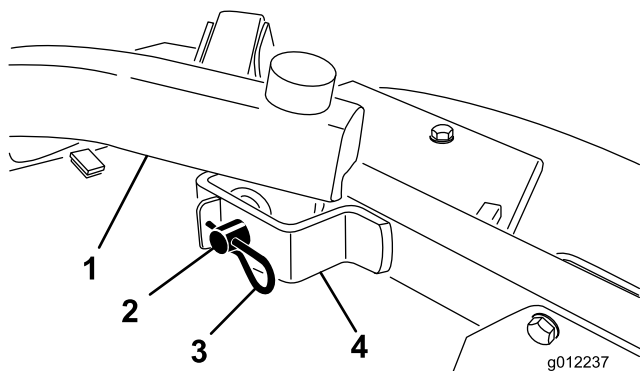

Figura 21
4. Rimuovete le coppiglie e i perni con testa che fissano i bracci di sollevamento alle staffe dei bracci delle ruote orientabili (Figura 21).